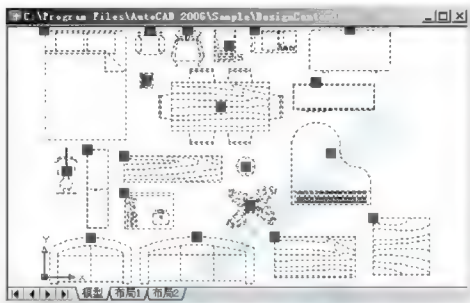

图 1.25 用【快速选择】对话框选择【0】图层上的对象
(4) 在【运算符】下拉列表选中【一等于】选项。
(5) 在【值】下拉列表选中【0】选项,指定将要选择【0】图层上的对象。
(6) 点选【包括在新选择集中】单选按钮,指定只选择【0】图层上的对象;如果点选【排除在新选择集之外】单选按钮,则指定除图层上的对象外,其他图层上的对象均将被选中。
(7) 单击【确定】按钮关闭对话框,所有的【0】图层上的图形均被选中,如图 1.25 所示。